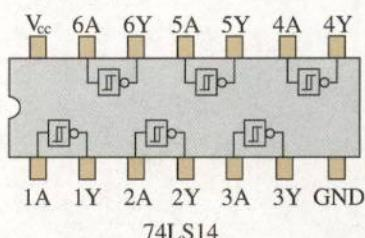

图6.3-1 集成斯密特触发器引脚图
我们使用型号为74LS14的集成块，它里面有六个非门，实验时只使用其中的一个。74LS14的引脚如图6.3-1所示，实验电路如图6.3-2所示。这种非门由于性能特别，称为斯密特触发器②。当加在它的输入端A的电压逐渐上
实际上, 集成块 74LS14 还有电源正极的引脚  $V_{cc}$  和共同接地点的引脚 GND (图 6.3-1), 电源通过这两个引脚向发光二极管或继电器提供了工作电流。与物理学中的电路图不同, 在涉及门电路的电路图中, 我们表示的是电路中的逻辑关系, 通常不把电流的通路完整地画出来。